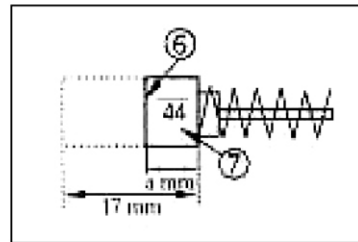

Fig 7
Mantenimiento e inspección 1. Inspeccionar la herramienta Cuando se usan brocas de herramienta sin filo, esto puede causar un mal funcionamiento del motor y una eficiencia degradada. Siempre reemplace las brocas desafiladas por otras nuevas sin demora cuando se observe abrasión. 2. Inspeccionar los tornillos de montaje. Inspeccione regularmente todos los tornillos de montaje y asegúrese de que estén bien apretados. Si alguno de los tornillos está suelto, vuelva a apretarlos inmediatamente. De lo contrario, podría sufrir lesiones graves. 3. Mantenimiento del motor. El devanado de la unidad motora es el "corazón" de la herramienta eléctrica. Tenga mucho cuidado para asegurarse de que el devanado no se dañe o moje con aceite o agua. 4. Inspeccionar las escobillas de carbón. El motor emplea escobillas de carbón que son partes consumibles; ya que un cepillo de carbón excesivamente desgastado podría causar problemas en el motor, reemplace el cepillo de carbón. Limitador de desgaste (6) No de escobilla de carbón (7). (Ver Fig 7)